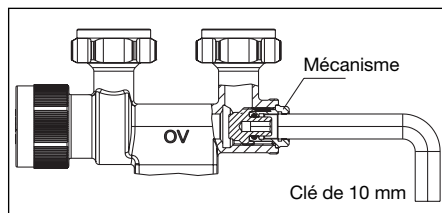

Fig. 7 Vidange / Remplissage
2. Desserrer le mécanisme ( $\frac{1}{4}$  de tour au maximum) à l'aide de la clé à six pans de 10 mm en la tournant vers la gauche (voir fig. 7).
3. Dévisser l'outil de manœuvre du raccord et serrer le mécanisme à l'aide d'une clé à six pans de 10 mm (10 Nm au maximum) (voir fig. 7).
1. Fermer le raccord en tournant le mécanisme vers la droite (voir fig. 7) à l'aide d'une clé à six pans de 10 mm (10 Nm au maximum).